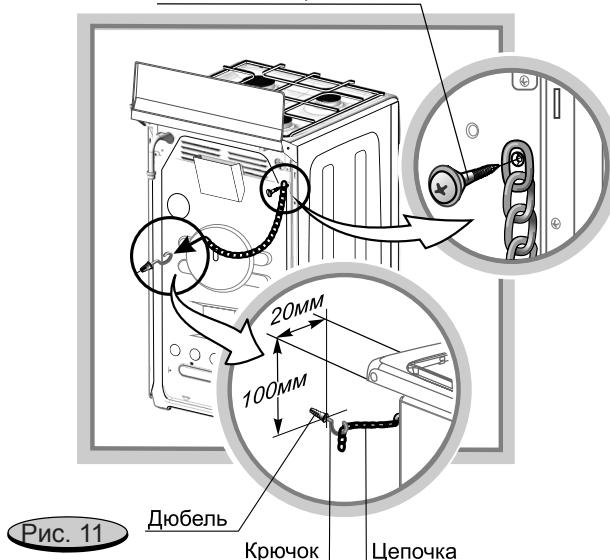

Рис. 11
Разметку для монтажа предохранительной цепочки в плитах смотри рис. 11.
- Установите плиту на рабочее место и произведите разметку отверстия под дюбель согласно рис. 11.